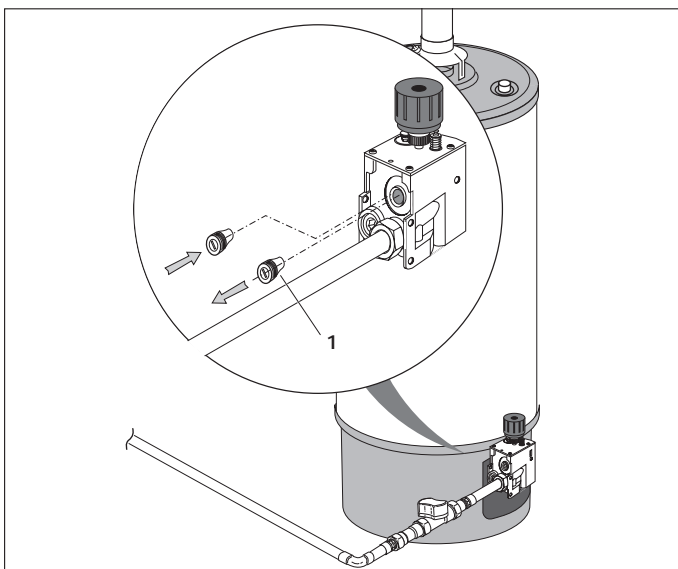

Abb. 10 Umstellung auf Erdgas LL
- Drossel (Abb. 10, Position 1) in der Gasarmatur gegen die beiliegende Drossel für Erdgas LL austauschen. Die Kennzeichnung der Düse können Sie der Tabelle auf Seite ... entnehmen).